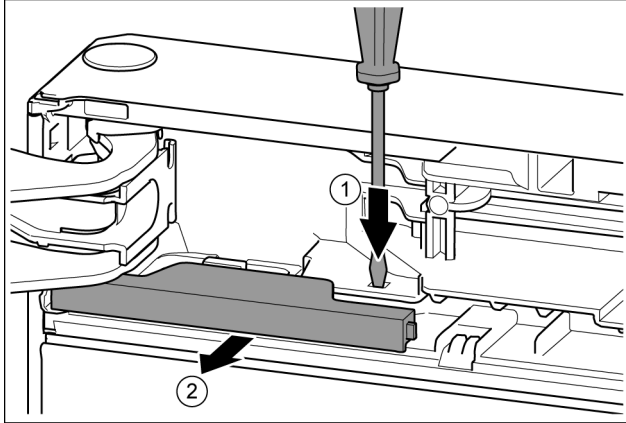

Fig. 9
- ▶ 用带槽螺丝刀按住接片。 Fig. 9 (1)
- ▶ 将盖板从闭锁中拉出。 Fig. 9 (2)